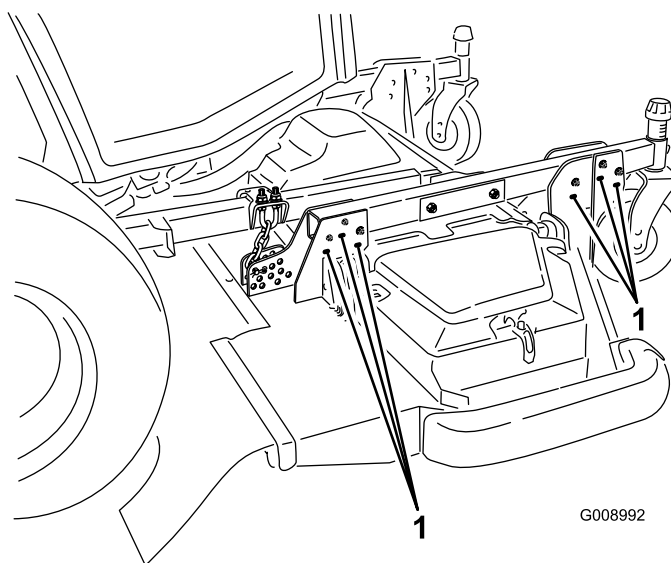

Figure 27
7. Pour obtenir des hauteurs de coupe de 102 à 153 mm, enlevez les boulons qui fixent les supports du plateau aux bras de pivot de hauteur de coupe, puis remontez les supports du plateau dans les trous inférieurs (Figure 27).